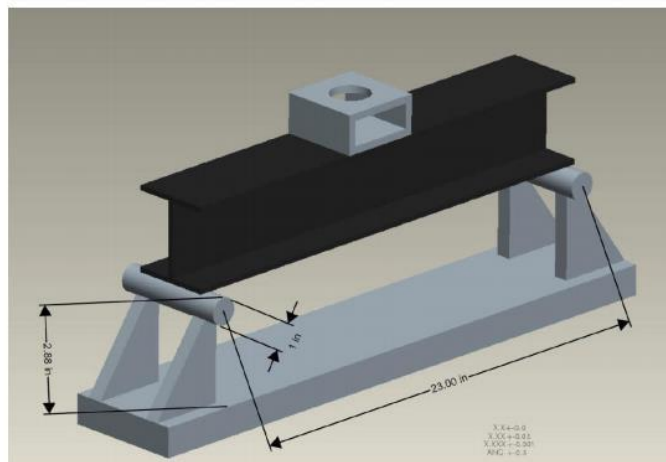

図1 三点曲げ治具に設置したブリッジの一例
- d. 修正三点曲げ治具および負荷ブロックについては、以下に示す図1~3を参照のこと。